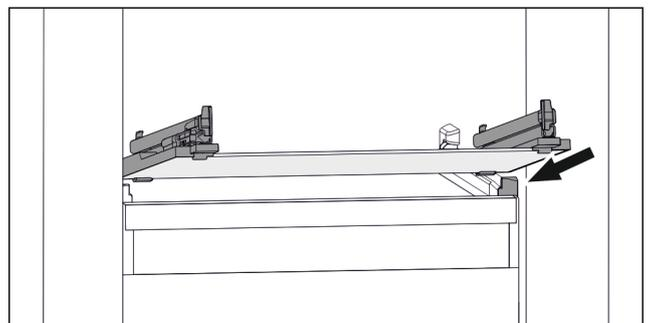

Fig. 62 Exemple de représentation de la tablette en verre
- ▶ Placer la tablette en verre, en l'inclinant, derrière les butées. (voir Fig. 62)